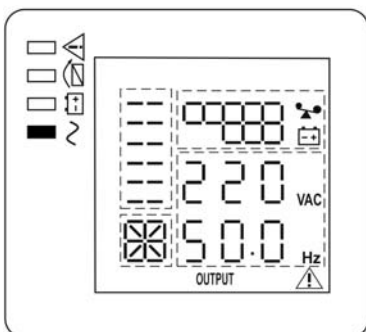

Рисунок 10. Состояние ЖК-дисплея и индикаторов в режиме «ОСНОВНОЙ» (АКБ и нагрузки подключены)
4. Включить источник в соответствии с п.1 таблицы 3. Источник выполнит автоматическое самотестирование, определит качество входного сетевого напряжения, уровень нагрузки, наличие АКБ и степень ее заряда. Процесс самотестирования сопровождается последовательным включением/выключением всех индикаторов. После самотестирования источник перейдет в режим «ОСНОВНОЙ» (см. рисунок 10) и продолжит заряд АКБ. Индикатор «BYPASS» погаснет, а индикатор «ИНВЕРТОР» включится (см. рисунок 10).
5. Включить нагрузки. Если нагрузок много, необходимо включать их последовательно, одну за другой, на ЖК-дисплее отобразится уровень нагрузки (см. рисунок 10).
Включить источник в соответствии с п.1 таблицы 3. Источник выполнит те же действия, что и при работе от сети, за исключением того, что питание нагрузок осуществляется от АКБ. Источник сразу переходит в режим «РЕЗЕРВ», индикаторы «ИНВЕРТОР» и «АКБ» включаются (см. рисунок 10).
Вновь подать сетевое напряжение. Источник должен автоматически перейти в режим «ОСНОВНОЙ» (см. рисунок 10), либо в режим «ЭКО», если параметр ESO включён (см. Приложение 2, описание настройки параметров источника).